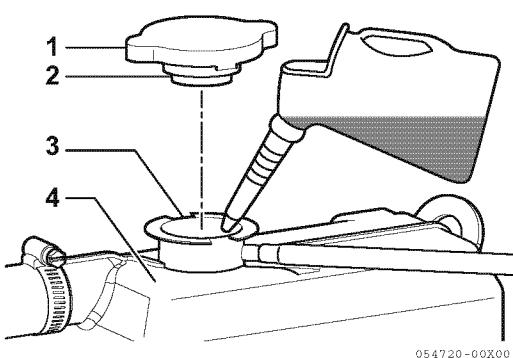

Figura 11
4. Verta o líquido de refrigeração lentamente para o depósito de líquido de refrigeração / permutador de calor (**Figura 11, (4)**) para evitar bolhas de ar. Encha até que o líquido de arrefecimento saia para fora do bujão de enchimento.
5. Alinhe as abas do tampão de enchimento (**Figura 11, (1)**) com os encaixes da porta de enchimento (**Figura 11, (3)**) e aperte o tampão de enchimento (**Figura 11, (2)**).